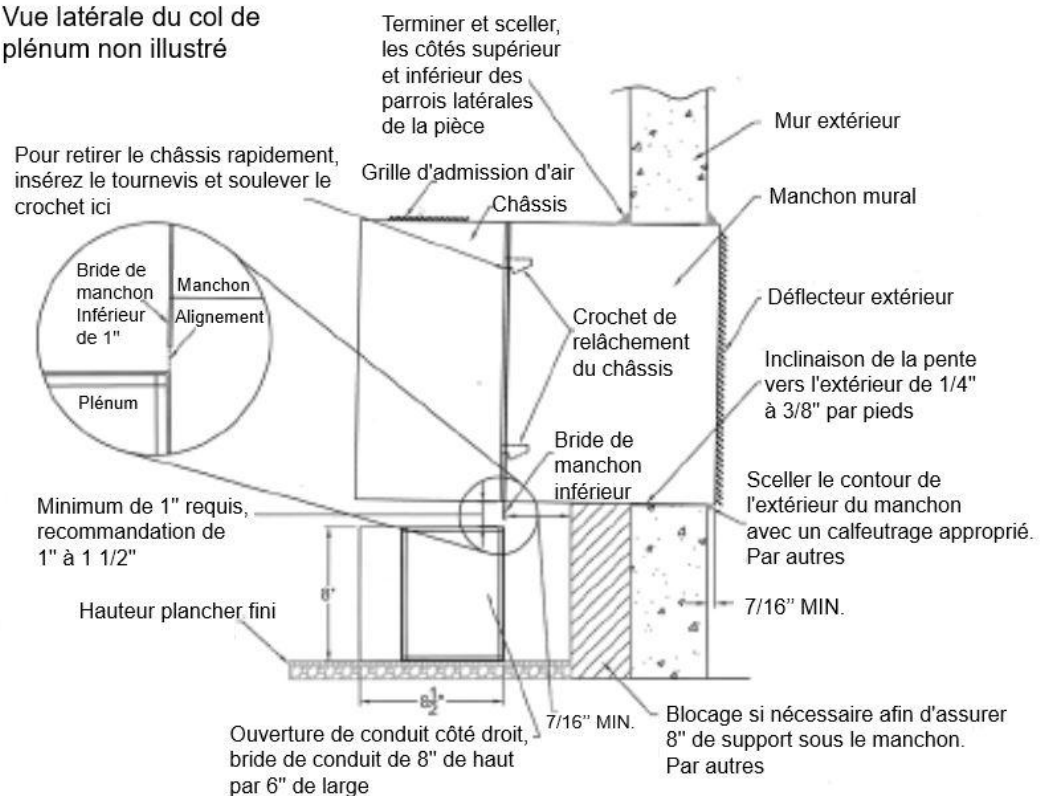

Fig. 4.
Le manchon mural doit pénétrer dans la pièce d'au moins 7/16", en prenant la mesure à partir du bas du manchon en ayant une mesure de saillie minimale de 7/16" du bord arrière supérieur du manchon du mur extérieur. Ce qui permettra l'espace nécessaire pour appliquer le clafoutage du périmètre du manchon afin de sceller la partie extérieure. Voir figure 4.
- a) Le manchon mural doit pénétrer dans la pièce d'au moins 7/16" Tel que mesuré au bas du manchon (voir fig. 4). Pour terminer l'installation, l'ouverture de la pièce doit être scellée au manchon mural et finie tout autour des côtés supérieurs et inférieurs.
- b) Afin de sceller le manchon contre les infiltrations d'eau, le volet extérieur doit dépasser du mur extérieur (pas de retrait). Définir un minimum de saillie du bord arrière supérieur du manchon au-delà de la paroi extérieure d'au moins 7/16". Ce qui créera le filet nécessaire pour recevoir le cordon de calfeutrage sur tout le périmètre du manchon. (voir fig 4.)
- e) Il doit y avoir au moins 8" du bas du manchon mural en soutien. Si nécessaire, ajoutez un blocage pour atteindre cet objectif. Voir fig 4